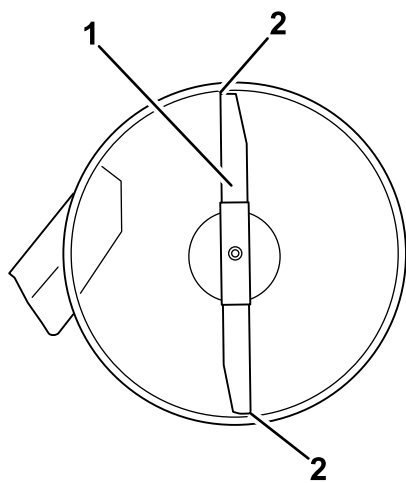

Figura 54
4. Rode cuidadosamente as lâminas para que estejam da frente para trás (Figura 54).
5. Meça da ponta da lâmina da frente até à superfície plana e da ponta da lâmina de trás até à superfície plana (Figura 54).
da lâmina frontal esteja 1,6 a 7,9 mm mais baixa que a ponta da lâmina traseira (Figura 54).